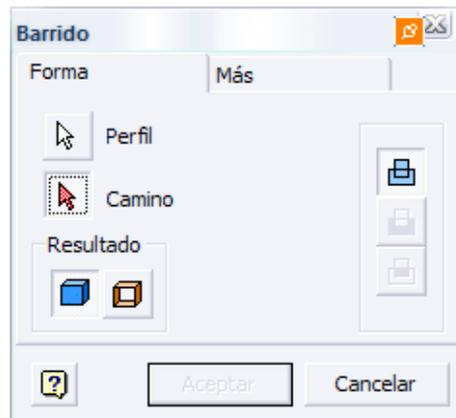

Figura 38. Ventana del comando barrido.
4.7. Operaciones de barrido. Representado mediante la figura  **Barrido**. Utilice la herramienta **Barrido** de la barra del panel **Pieza - Operaciones** para crear una operación desplazando un perfil de boceto a lo largo de un camino plano. Excepto en el caso de superficies, los perfiles deben ser contornos cerrados. Las opciones de barridos se muestran en la figura 38.